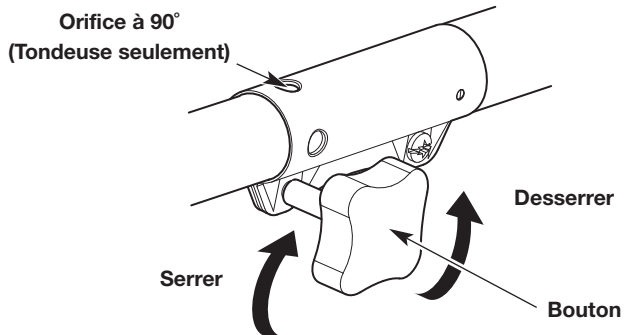

Fig. 4
3. Tournez le bouton dans le sens contraire des aiguilles d'une montre pour desserrer le coupleur (Fig. 4).
6. Tournez le bouton dans le sens contraire des aiguilles d'une montre pour serrer le coupleur (Fig. 4).
**REMARQUE** : Pour tailler une bordure décorative avec un accessoire taille-bordures, verrouillez le bouton de déclenchement dans l'orifice à 90° (Fig. 4).
2. Tournez le bouton dans le sens contraire des aiguilles d'une montre pour desserrer le coupleur (Fig. 4).